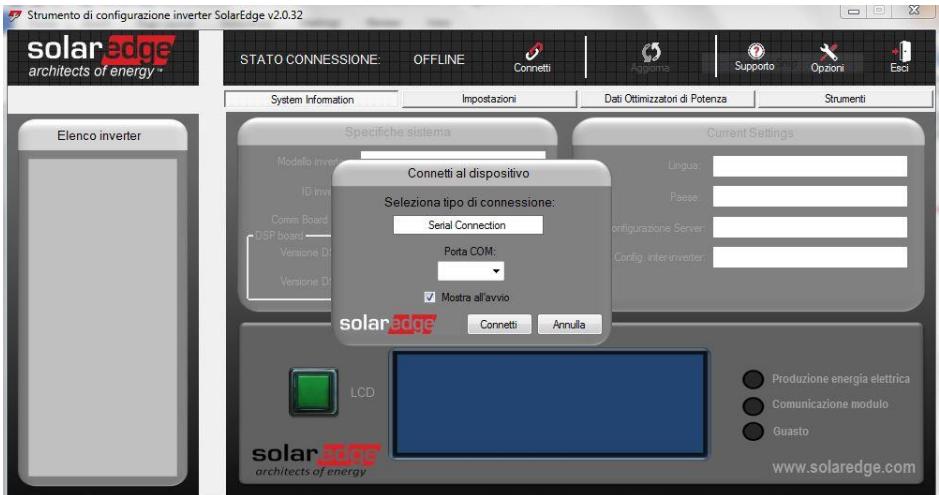

Figura 3
- 1 Una volta lanciato il tool di configurazione apparirà la seguente finestra (Figura 3).